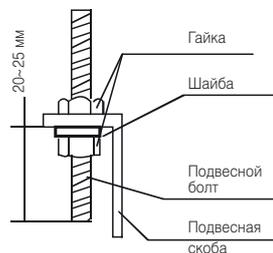

Рис. 5-6
- Во избежание протечек убедитесь, что блок расположен горизонтально (используйте уровень) (рис. 5.6):